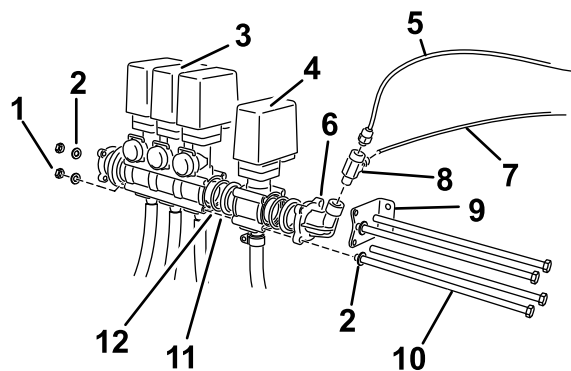

図 5
4. 付属部品の中にあるホース・リール・バルブ・アセンブリを、既存のバルブと直接に接続する (図 5)。
6. ブラケットの位置を調整する；ブラケットをバルブ・アセンブリの端に近づけて、エルボ・アダプタの2つの穴がブーム・バルブ取り付けブラケットに一番近い位置にくるようにする (図 5)。
7. 取り付けブラケットに長いボルト2本 (M8 X 260 mm) を通し、ホース・リールのバルブのボディの上下の穴を通し、取り付けレールに一番近いブーム・バイパス・バルブを通す (図 5)。
9. のこりの2本のボルト (M8 X 260 mm) と既存のワッシャを使って、各バルブ・アセンブリをバルブ・ボディの空いている穴に固定する (図 5)。
13. T字フィッティングを取り付ける (図 5)。